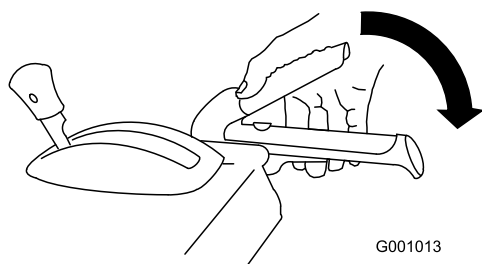

Figura 31
1. Per innestare la trasmissione della coclea/ventola premete la leva destra (coclea/ventola) contro l'impugnatura (Figura 31).